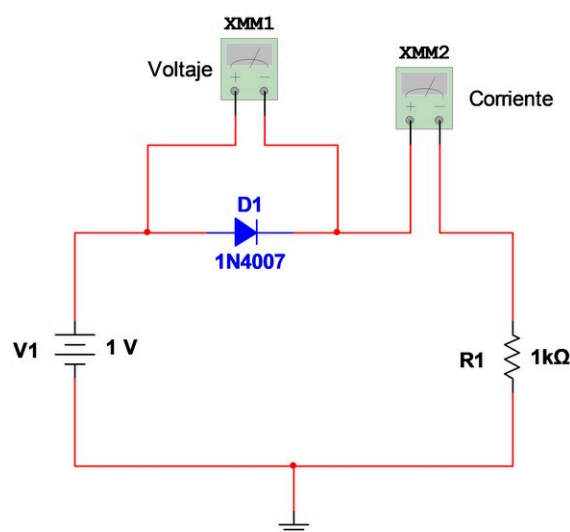

Figura 4. Circuito para la polarización directa del diodo.
- Arme el circuito de la figura 4 y, en el simulador, tome las medidas solicitadas en la tabla 1.
- En el protoboard, arme el circuito de la figura 4. Antes de encender la fuente de alimentación considere lo siguiente: